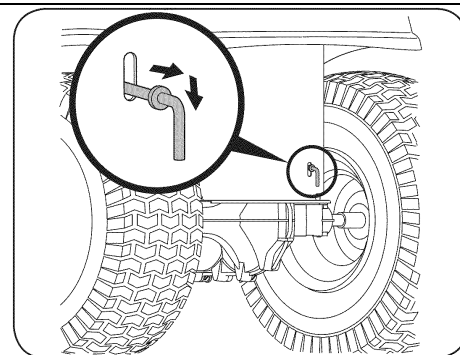

Рис. 1
1. Определите местоположение тяги клапана, расположенной в задней части газонного трактора. См. Рис. 1.